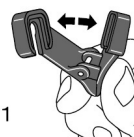

図 1
- 2) センサラップのはく離紙を剥がす(図1)。
- 2) 親指と人差し指でクリップを掴んで開く(図1)。